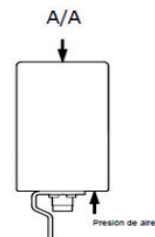

figura 3
La mariposa (3) y el indicador de posición (58) deben estar en posición abierto (ver figura 3).